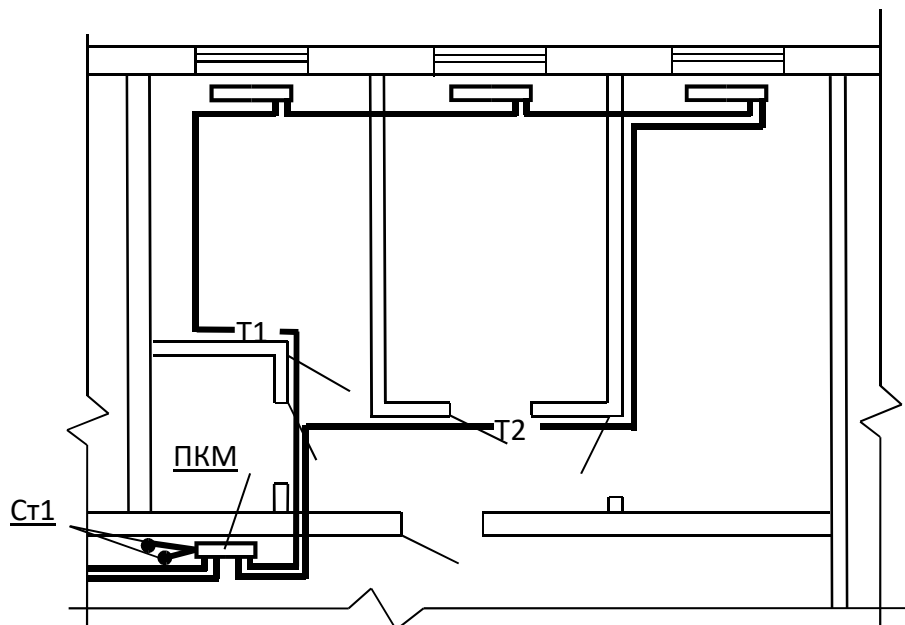

Рис. 4.7. Однотрубная квартирная разводка
- однотрубные, в которых горячая вода подводится к приборам, и охлажденная вода отводится от них по одному трубопроводу (рис. 4.7);